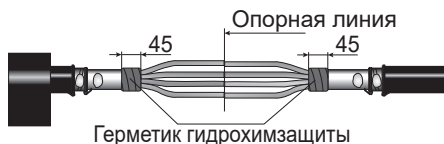

Рисунок 6
4.18 Закрыть «корешки» разделок кабелей герметиком гидрохимзащиты с одинаковым заходом на металлическую оболочку и изоляцию жил, постепенно удаляя разделительную бумагу и вытягивая герметик до половины начальной ширины (рисунок 6). Использовать короткие ленты герметика по одной на «корешок»..